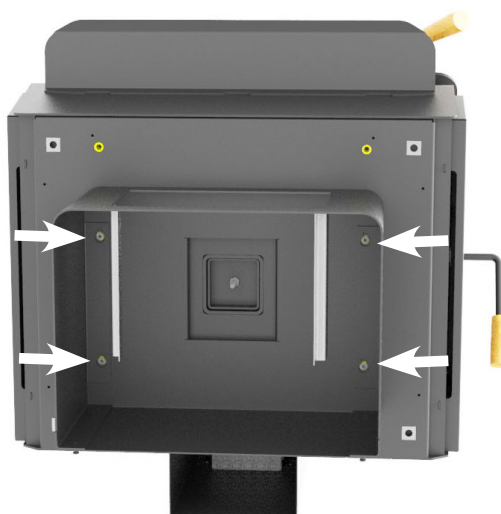

Fig. 11
5. Utilisez les trous de serrure sur le dessus du piédestal corps, installez le piédestal en place en poussant contre le fond de l'appareil, puis en le faisant glisser vers le bas (en supposant que l'appareil est sur son arrière). (Fig. 11)